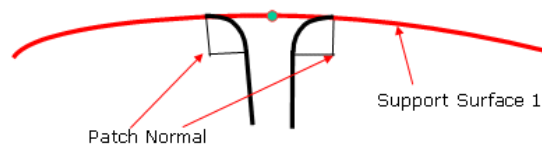

Figura 2.90 Ejemplo Normal to Surface.
- **Normal to Surface:** el ángulo de desmoldeo de la ranura se mide a partir de las normales de las superficies utilizadas en "Surface 1". En la *Figura 2.90* se muestra un ejemplo.